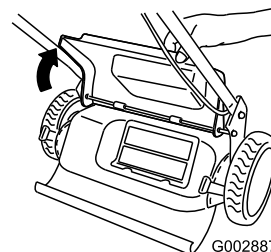

Bild 24
4. Heben Sie die hintere Tür an und halten Sie sie hoch (Bild 24).